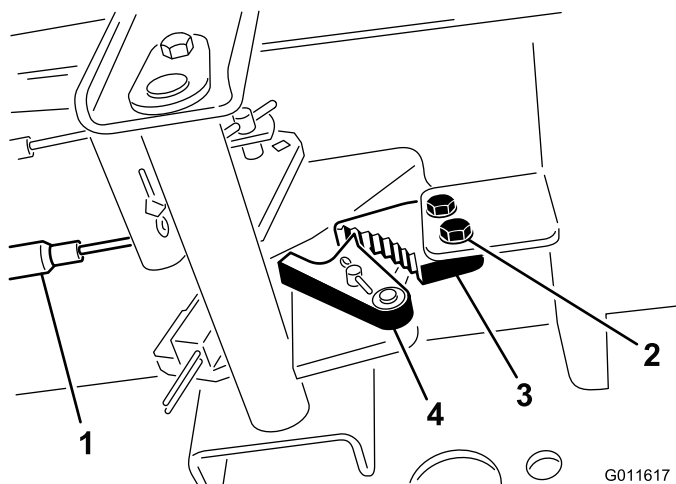

Figura 45
1. Allentate le due viti che fissano il nottolino del freno di stazionamento al telaio (Figura 45).
2. Premete in avanti il pedale del freno di stazionamento finché il fermo non s'innesta completamente nel nottolino del freno (Figura 45).